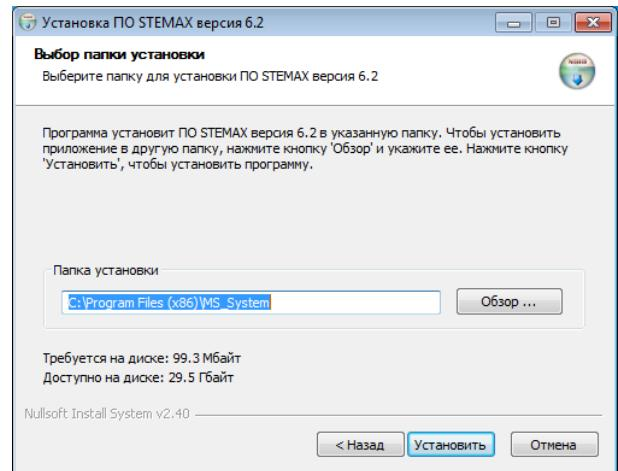

Рисунок 7.2 — Выбор папки для установки ПО STEMAX
- В окне *Выбор папки установки* укажите папку, в которую будет установлено ПО STEMAX (по умолчанию *C:\Program Files (x86)\MS_System*), и нажмите кнопку *Установить* (см. рисунок 7.2).